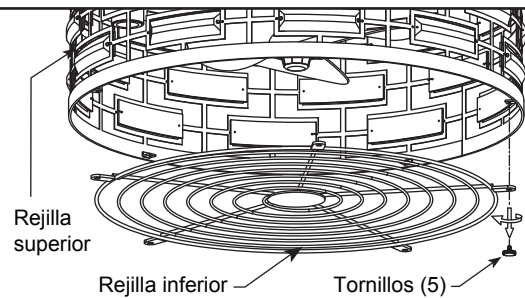

Figura 2
- 1. Extraiga los cinco tornillos y extraiga cuidadosamente la rejilla inferior del rejilla superior. Guarde los tornillos y la rejilla inferior para el paso 3. (Figura 2)